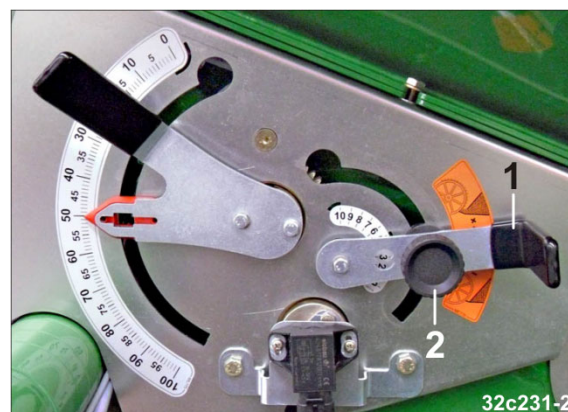

Рис. 168
1. При помощи рычага (Рис. 168/1) отрегулируйте заслонку посевного материала. Предварительное значение регулировки см. в таблице (Рис. 167).
2. Зафиксируйте положение рычага винтом с накатной головкой (Рис. 168/2).